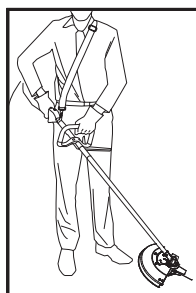

Fig. 15
6. Asigură-te că unghiul capului de tăiere este paralel cu suprafața pe care tai (Fig. 15).